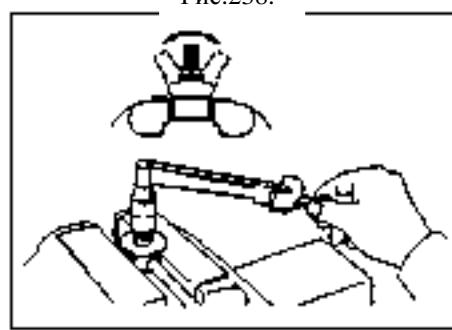

Рис.238.
8. Проверьте переднее левое крепление стабилизатора (рис.238).